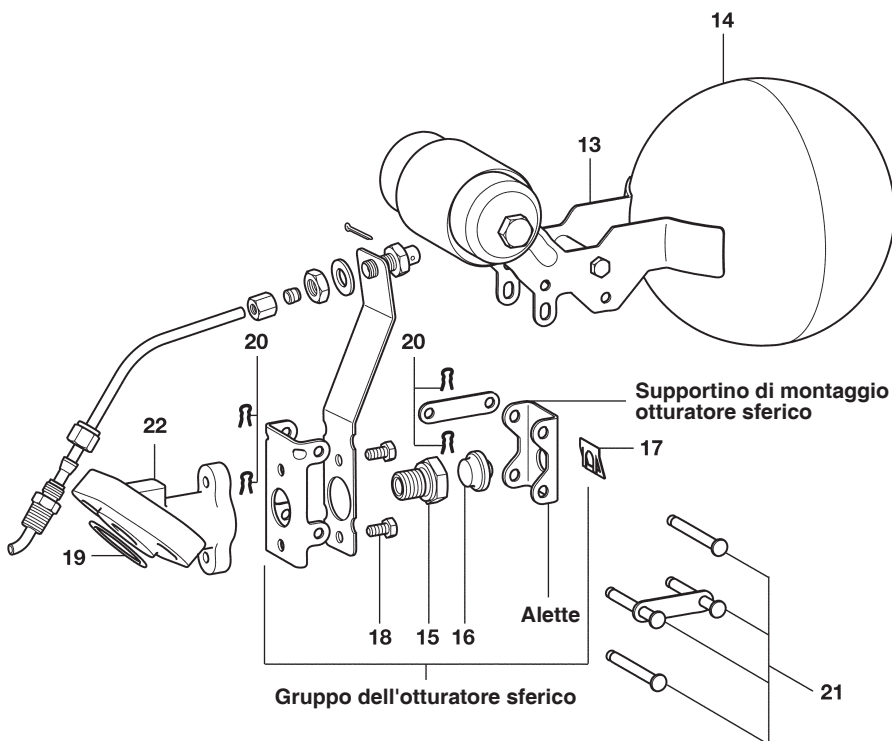

Fig. 9 - Sostituzione della sede di scarico e dell'otturatore sferico
6.5 Manutenzione del meccanismo di regolazione dello scarico (Sede (15) ed otturatore sferico (16) della valvola di scarico)
- Una volta rimosso dal corpo, il meccanismo di scarico (13) può essere agevolmente smontato togliendo i fermagli elastici (20) posti alle estremità dei pernetti di rotazione (21). I pernetti possono quindi essere sfilati dalla loro sede;
- E' quindi possibile accedere alla sede (15) e all'otturatore sferico (16); sostituirli se necessario;
- Per sostituire la sede (15) svitarla dal corpo del supporto di montaggio (22). Posizionare ed avvitare la nuova sede (15) serrandola con la coppia raccomandata (vedere la Tabella 1), per effettuare queste operazioni non è necessario rimuovere il supportino in lamiera stampata di fissaggio del gruppo galleggiante;
- Per sostituire l'otturatore (16) è sufficiente togliere la piastrina elastica (17) di fermo: il vecchio otturatore si sfilerà così facilmente dal suo supportino. Posizionare il nuovo otturatore (16) infilandolo nel foro del supportino e fissarlo con la piastrina elastica (17). Effettuando il montaggio fare attenzione che l'otturatore sia posizionato dallo stesso lato delle alette forate del supportino. Il fermo a piastrina elastica (17) dovrà trovarsi dal lato opposto rispetto le alette del supportino dell'otturatore come rappresentato nella fig. 9;
- Riasssemblare l'intero meccanismo (13) di controllo dello scarico utilizzando i pernetti (21) ed i fermagli elastici (20). Effettuare il fissaggio del gruppo meccanismo come descritto al paragrafo 6.4.